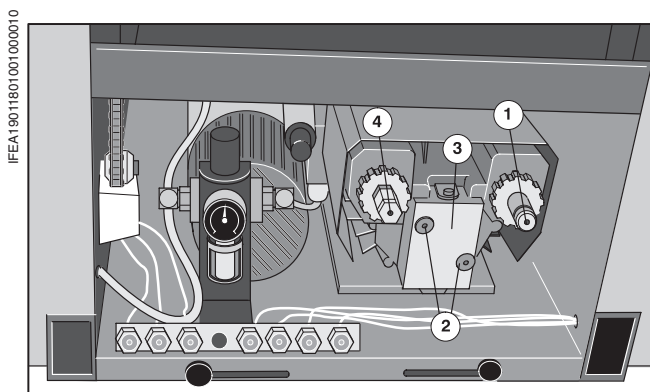

Рис. 4 Воздушный фильтр
- ① Освободите запор винта (Рис. 4/①) и удалите его.
- ② Удалите винт на патроне фильтра.
- ③ Выньте патрон фильтра и продуйте. При сильном загрязнении замените.
- ④ Опять вставьте патрон фильтра и зафиксируйте винтом.
- ⑤ Установите запор винта (Рис. 4/①) и закрутите винтом.
- ⑥ Таким же образом проверьте фильтр (Рис. 4/①) и при необходимости замените.
- ① Освободите винты с накатной головкой (Рис. 4/②) и снимите защитную крышку (Рис. 4/③).
- ② Надавите на бумажный фильтр вверх, преодолевая усилие пружины, и выньте его.
- ③ Проверьте патрон фильтра и при сильном загрязнении замените его.
- ④ Вставьте патрон фильтра и опять закрепите защитную крышку (Рис. 4/③) винтами с накаткой (Рис. 4/②).
- ⑤ Снова установите **защитное ограждение** под самонакладом и закрепите его двумя винтами, повернув их на пол-оборота по часовой стрелке.